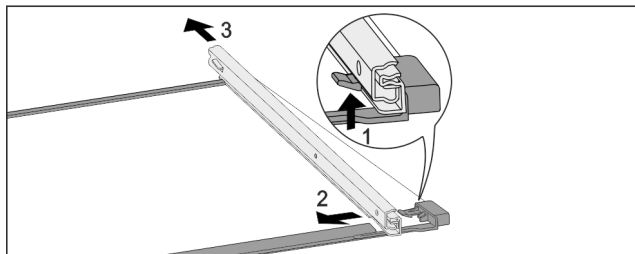

Fig. 82 带轨道的玻璃隔板
- ▶ 向上按前端的锁定钩。 Fig. 82 (1)
- ▶ 将牵引轨推向一侧 Fig. 82 (2)，然后向后 Fig. 82 (3) 推。